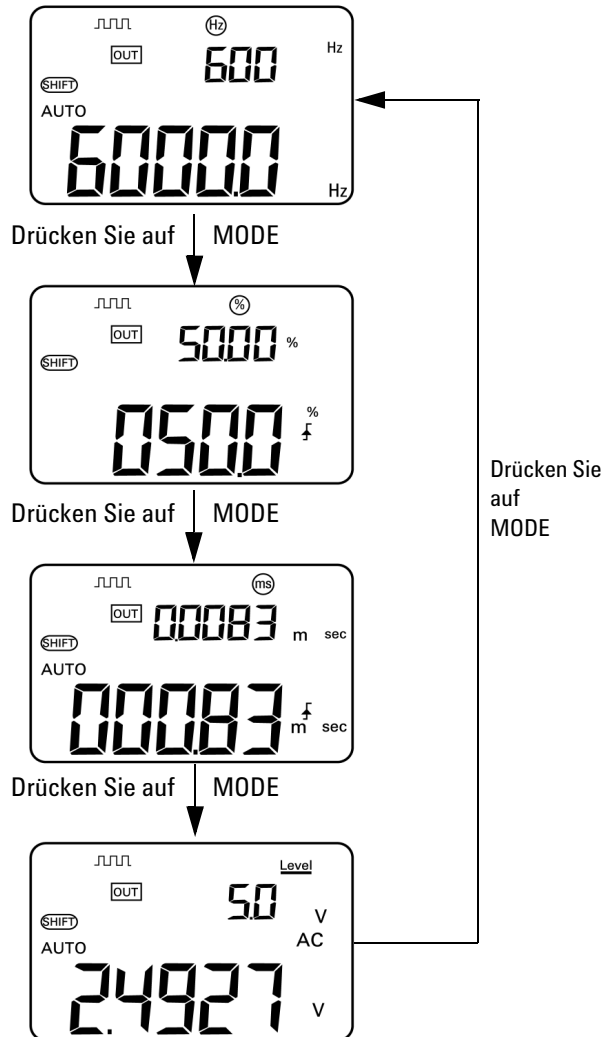

Abbildung 2-7 Parameterauswahl für Rechteckwellenausgabe
- Die Standardeinstellungen für die Parameter sind 150 Hz (Frequenz), 50,00% (Arbeitszyklus), 3,3333 ms (Impulsbreite) und +5 V (Amplitude). Siehe hierzu Abbildung 2-7.